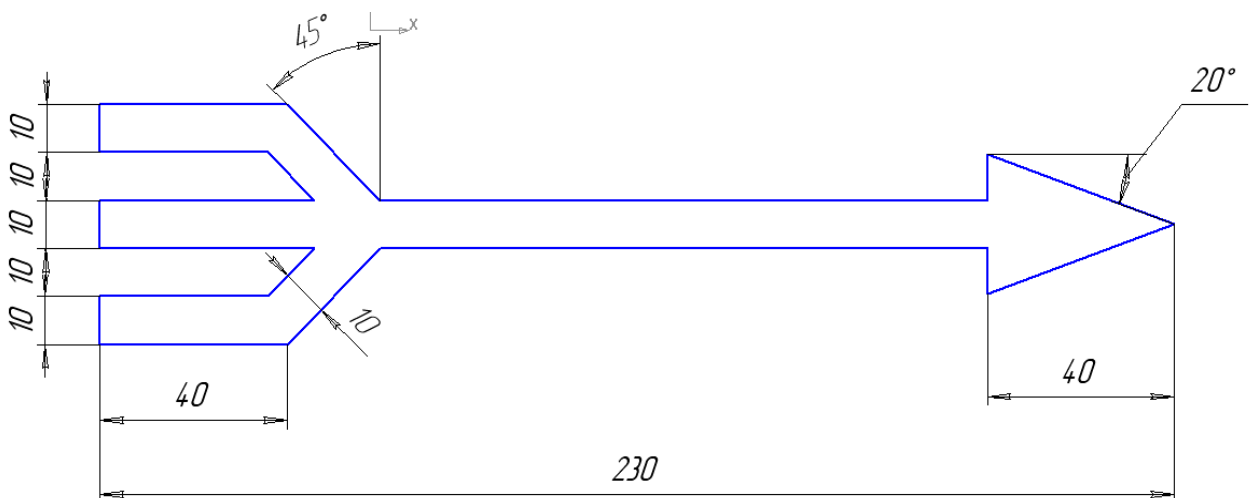

Рис. 3 Команда «Прямая», «Полилиния»
6. Выполнить геометрические построения с использованием команд «Многоугольник», «Прямоугольник», «Дуга», «Круг» (см. рис. 3,4,5).